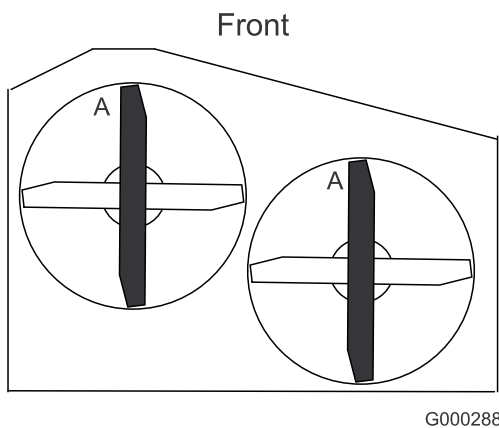

Bild 48
3. Drehen Sie die Schnittmesser, bis die Enden nach vorne und hinten gerichtet sind. Messen Sie von einer ebenen Fläche bis zu den Schnittkante (Position A) der Messer (Bild 48). Notieren Sie diesen Wert.